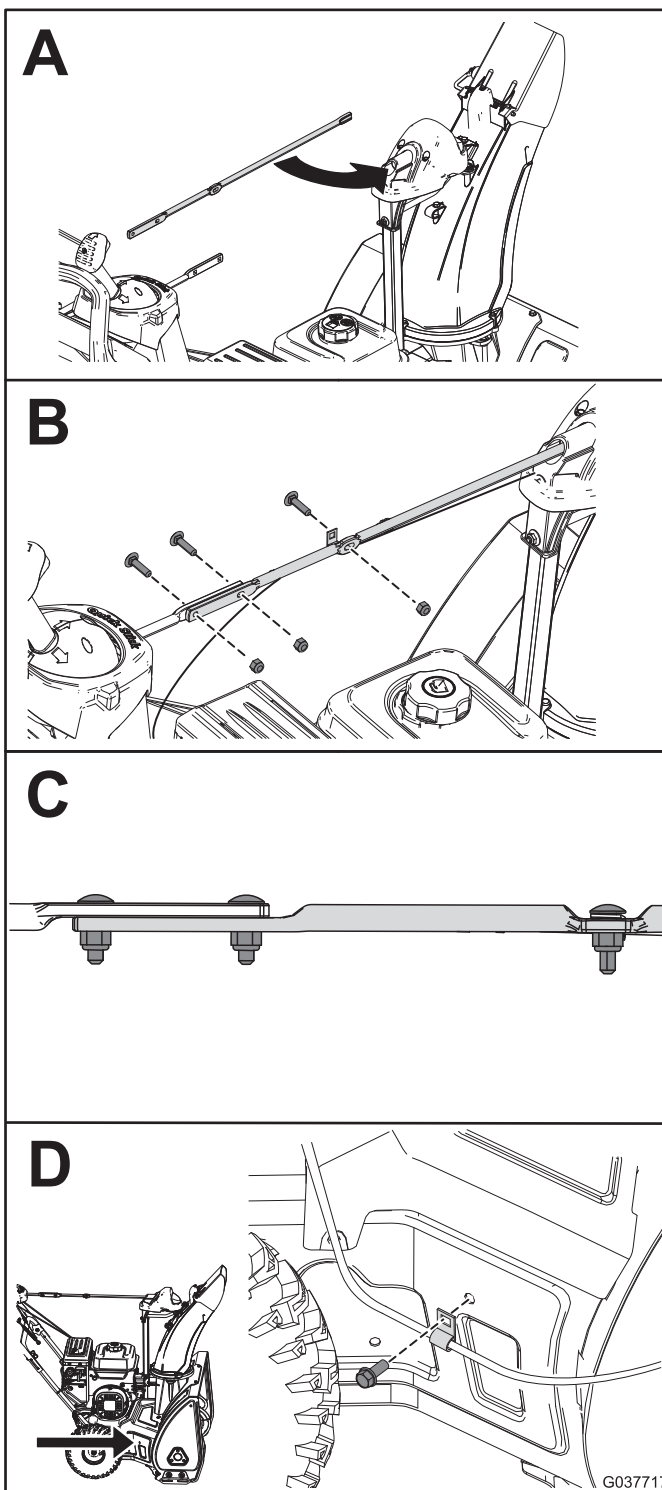

Figure 6
2. Montez la goulotte et fixez les câbles (Figure 6).